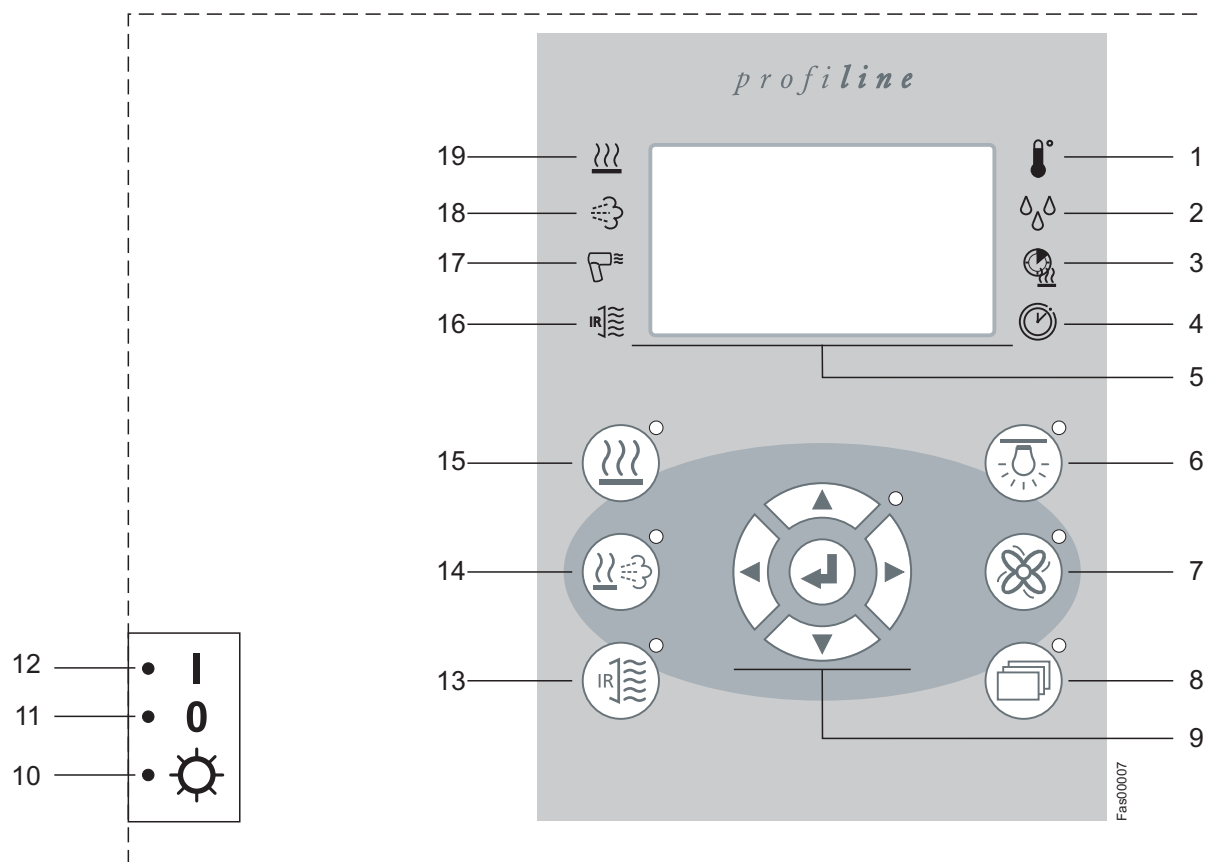

Abb. 3: Ansicht Bedienung FCU4xxx
1. Saunasteuerung über die Taste "Steuerung EIN" einschalten. → Siehe Seite 15, Abb. 2 oder Seite 16, Abb. 3.